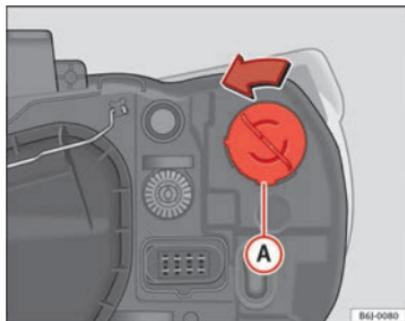

Abb. 146 Blinker bei
- Den Lampenträger ⇒ Abb. 146 A nach links drehen und ziehen.